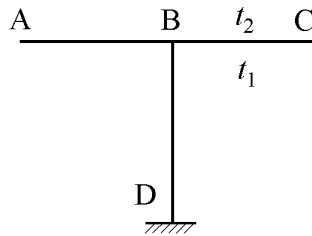

图 6
7. 图 6 所示刚架，当杆件 BC 上表面温度 t_2 升高，下表面温度 t_1 保持不变时，则 C 点的竖向位移方向为 ()